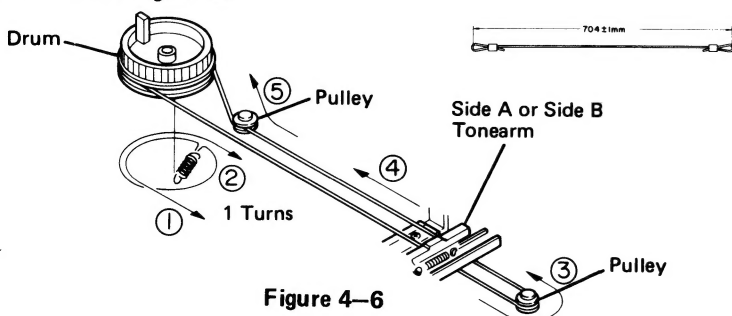

Figure 4-6
1. Turn the drum to the rest position, and hook the spring over the drum's hole. See Fig. 4-6.
2. Stretch the tonearm wire following the order from ① to ⑤ as shown. See Fig. 4-6.
1. Die Trommel zur Ruhelage drehen, dann die Feder in das Trommelloch einhaken. Siehe Abb. 4-6.
2. Den Tonarmdraht in der gezeigten Reihenfolge ① bis ⑤ spannen. Siehe Abb. 4-6.
1. Tourner le tambour à la position de repos et crocheter le ressort dans le trou du tambour. Voir la Fig. 4-6.
2. Passer les fils du bras en suivant l'ordre de ① à ⑤ comme montré. Voir la Fig. 4-6.